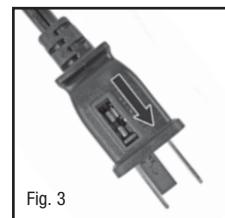

Fig. 3
3. Pour accéder au fusible grillé, faites coulisser le volet qui se trouve sur le côté de la fiche. Faites glisser le volet vers l'extérieur jusqu'à ce que le fusible grillé soit totalement visible (fig. 3).
- Pour changer le ventilateur de place, le mettre sur OFF (arrêt) et le transporter par la poignée dissimulée, située sur le bord extérieur du ventilateur (Fig. 3).